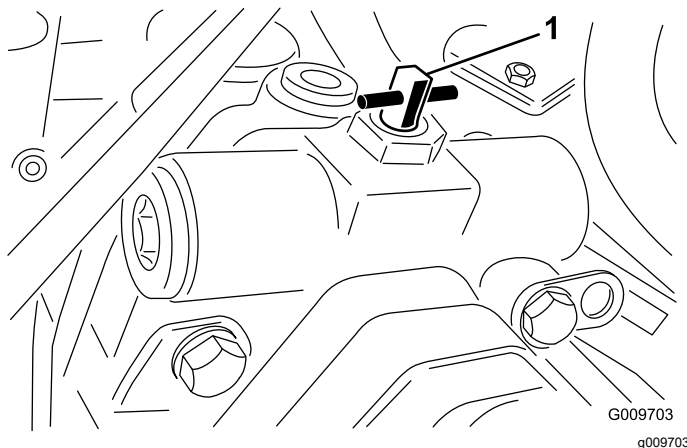

Bild 61
2. Drehen Sie das Ventil um eine Vierteldrehung nach rechts oder links, um es zu öffnen und Öl intern abzulenken (Bild 61). Weil das Öl abgelenkt wird, lässt sich die Zugmaschine ohne Schäden am Getriebe langsam bewegen. Merken Sie sich die Ventilstellung beim Öffnen oder Schließen.